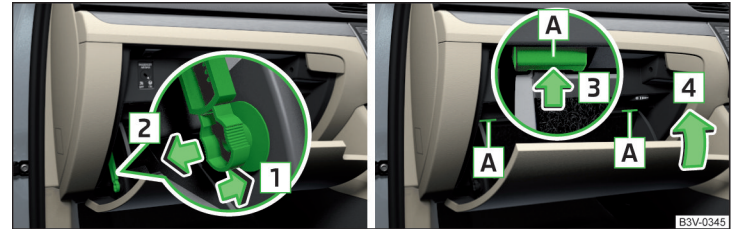

Abb. 358 Ablagefach auf der Beifahrerseite
- Die Bremsstange in Pfeilrichtung **1** entriegeln und in Pfeilrichtung **2** lösen » Abb. 358.